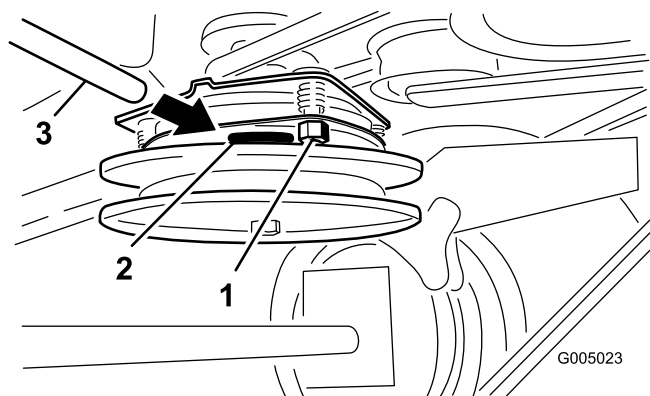

Figura 42
2. Apriete las contratuercas hasta fijar ligeramente la galga pero dejando que ésta se pueda mover con facilidad en la separación (Figura 42).